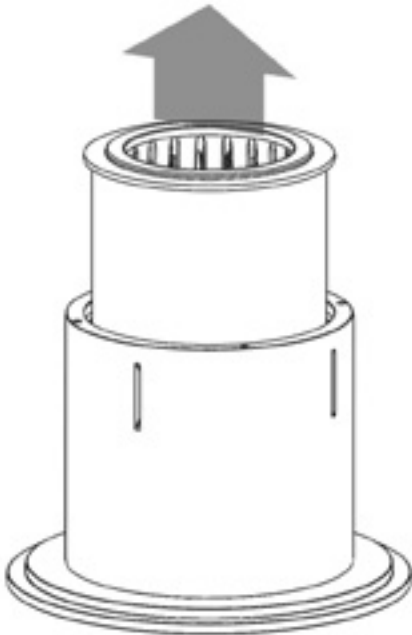

Abbildung 15 – Entfernen Kern und Manschette.
- Entfernen Sie den Kern und die Manschette aus der Lagerschale, wie in Abbildung 15 unten gezeigt.